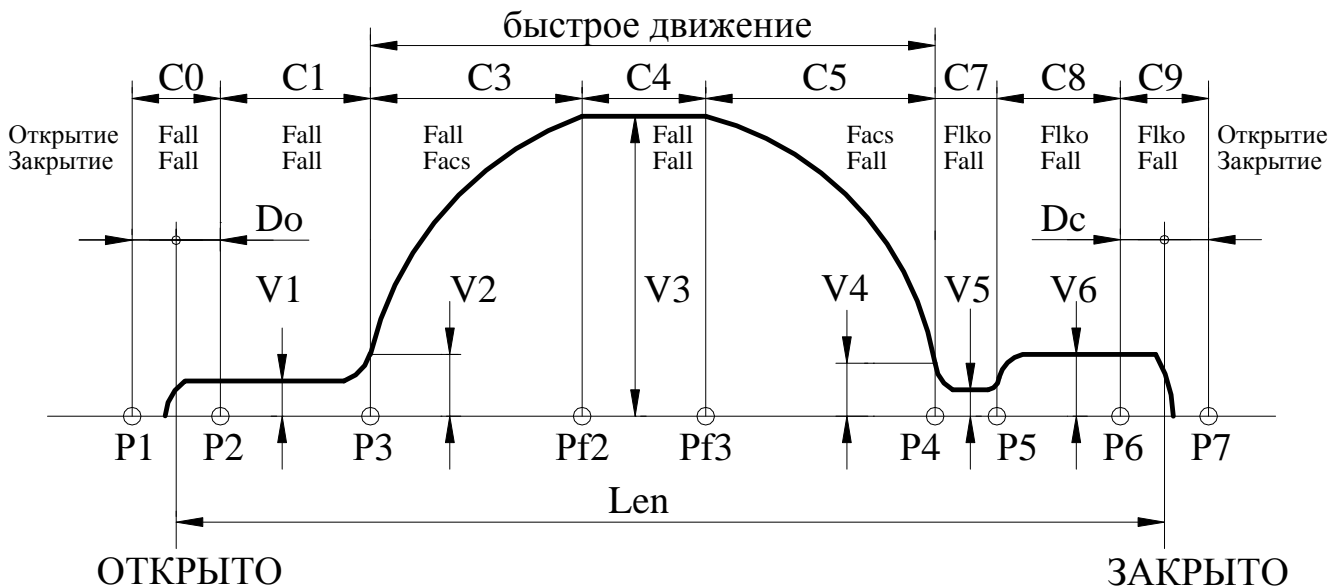

Рис.6. Траектория движения, осуществляемая с помощью БУАД.
- **E0L** – переезд зоны полного открытия (**C0, рис.6**) или полного закрытия (**C9, рис.6**). *Синхронизация* в этом случае выключается. Ошибка сбрасывается при смене кода направления движения. При повторном неоднократном возникновении данной ошибки нужно провести **измерение проема**, если затем эта ошибка все равно будет возникать, необходимо проверить механику привода.